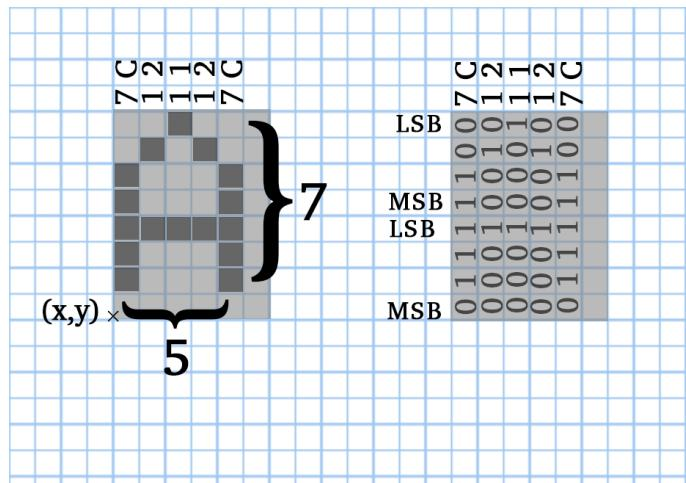

Abbildung 3: Schematische Darstellung des Zeichens 'A' in einer ASCII-5\*7-Schriftart
im Extended-ASCII 5\*7-Format zur Verfügung. Du findest diese in der Datei `glcdfont.h` (Gruppe include). Die Bibliothek besteht aus einem Array mit 255 Buchstaben, die jeweils als 5 Bytes abgespeichert sind (siehe Abbildung 3). Das 5\*7-Format eignet sich für den 480 \* 320 großen Bildschirm, da die Darstellung dieser Schriftart mit einer Fläche von 35 Pixeln je Buchstaben immer noch gut lesbar ist. Wenn man von einem Pixel Abstand zwischen den Buchstaben ausgeht, passen auf das Display bis zu 3200 Zeichen.
- Als nächster Schritt soll auf die richtige Stelle des Arrays `font` zugegriffen werden und die gesetzten Bits der Hexadezimalwerte als farbiges Pixel interpretiert werden. Abbildung 3 zeigt den Aufbau der Daten im Array `font` am Beispiel des Buchstabens 'A'. Ein beliebiger Buchstabe `c` ist in `font` an der Position `c * 5` gespeichert. Für diesen Buchstaben werden 5 Byte/40 Bits durchiteriert. Für jedes gesetzte Bit wird an der entsprechenden Stelle ein Pixel (für `size == 1`) oder Rechteck (für `size > 1`) auf dem Display ausgegeben.